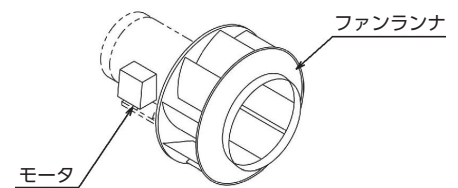

図 2-3 プラグファン
- ・本体に使用しているファンはプラグファンです。(図2-3参照)